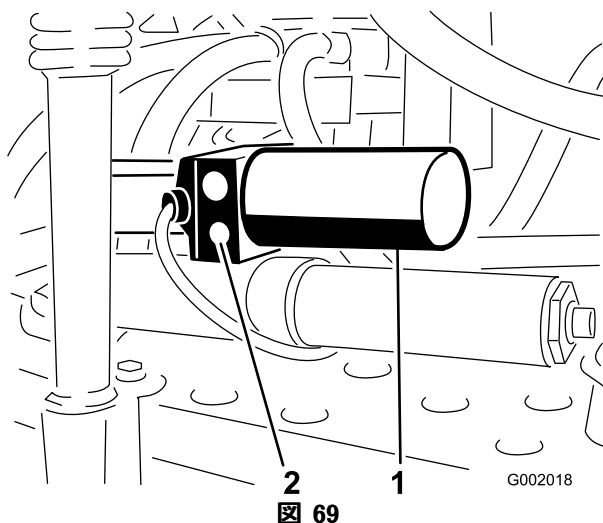

図 69
1. 各アクチュエータについている手動リリーフバルブを探し出す。アクチュエータのボディの片側だけについている小さいほうのバルブが手動リリーフバルブである(図 69)。